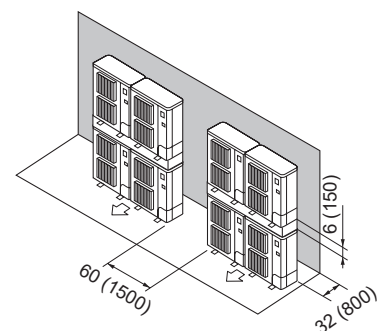

Fig. 2-17
- ⑦ Disposición de unidad apilada (Fig. 2-17)